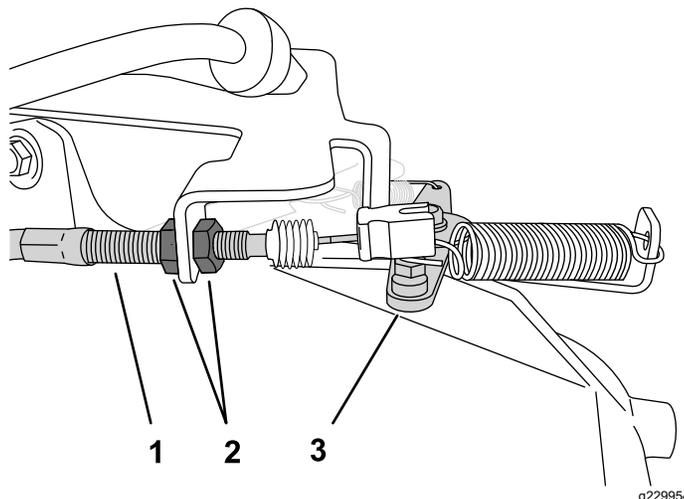

Рисунок 42
2. На корпусе троса дроссельной заслонки ослабьте переднюю контргайку и затяните заднюю контргайку, чтобы увеличить малую частоту холостого хода (Рисунок 42).